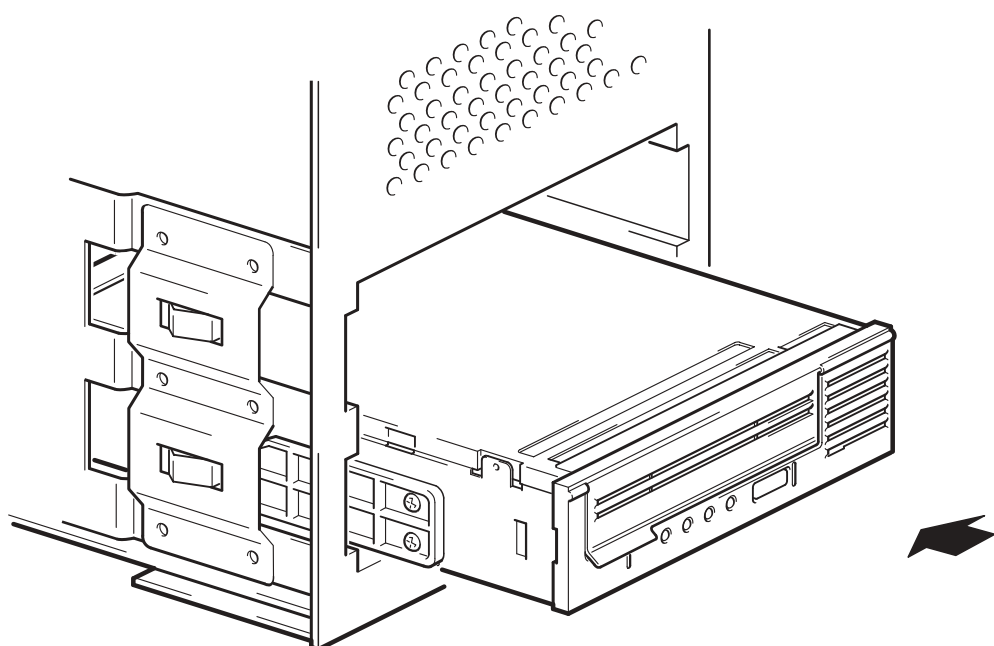

Abbildung 6: Einbauen des Laufwerks
- 1 Schieben Sie das Bandlaufwerk in den freien Laufwerkseinschub, und richten Sie dabei den Einbaurahmen bzw. die Einbauschienen an den Vertiefungen im Einschub aus (siehe Abbildung 6).